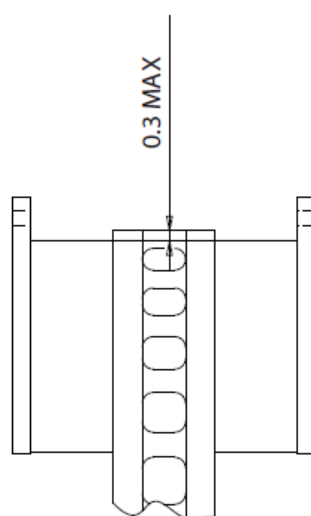
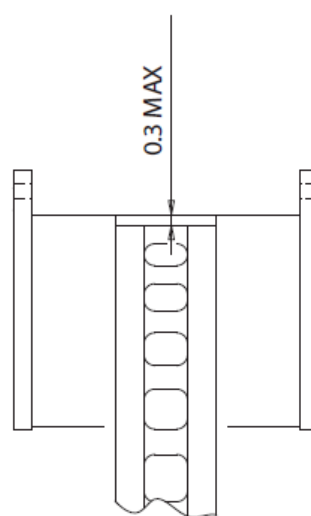

Fig. 3
Fig. 4
c) Brzdová destička může výškově vůči kotouči vyčnívat nebo naopak být ponořena maximálně o 0,3 mm (viz. obrázek Fig. 3 a Fig. 4)
d. The disc and pads protrusion must be 0,3 mm MAX (see Fig. 3 and Fig. 4).